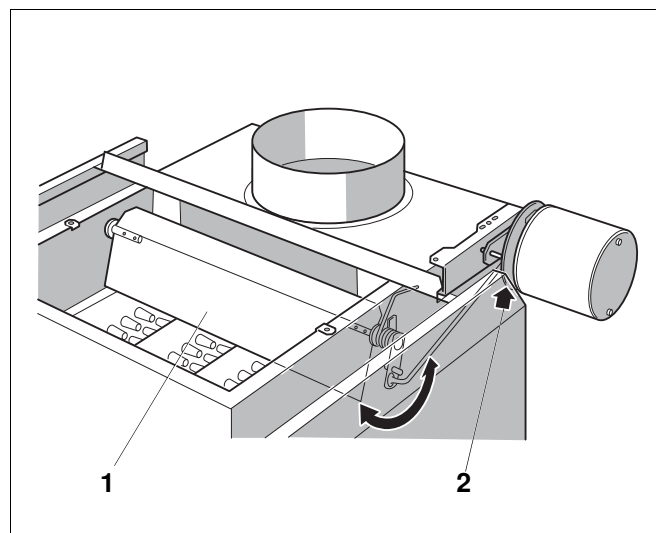

Рис. 31 Запорный клапан дымовых газов в положении "Открыто"
- При запросе на покрытие тепловой нагрузки запорный клапан дымовых газов (Рис. 31, **поз. 1**) должен переходить в положение "Открыто". Проконтролируйте это по движению рычажка (Рис. 31, **поз. 2**). Только когда полностью будет достигнуто положение "Открыто", можно включать газовую горелку.